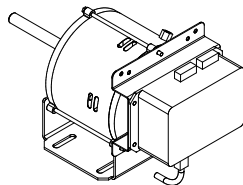

Figura 2
1. Consulte la Figura 2, fije el transformador al soporte de montaje utilizando cuatro tornillos n.º 10 x 1/2 que se proporcionan.